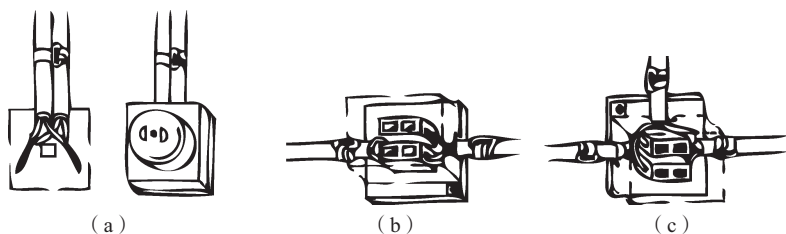

图 3-1 护套线接头的连接方法
(1) 护套线线芯的最小截面积规定：户内使用时，铜芯的截面积不小于 1.0 mm^2 ，铝芯的截面积不小于 1.5 mm^2 ；户外使用时，铜芯的截面积不小于 1.5 mm^2 ，铝芯的截面积不小于 2.5 mm^2 。
(2) 护套线接头要放在开关、灯头和插座等设备内部，以求整齐美观；否则应装设接线盒，将接头放在接线盒内，接线盒也可用木台代替，护套线接头的连接方法如图 3-1 所示。